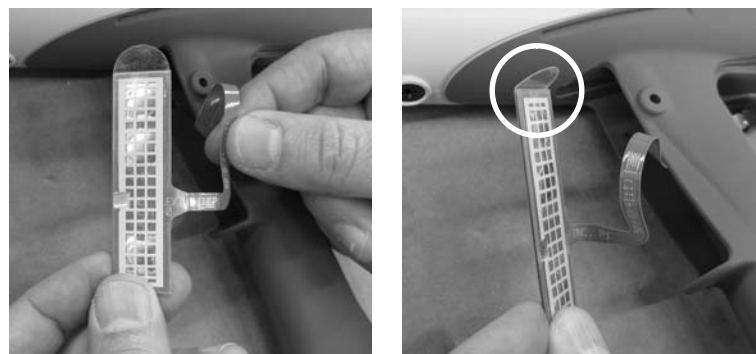

Abb. 6-10 Auslöserschalter installieren - Schritt 3
- Siehe Abb. 6-10. Das Flachbandkabel gerade richten und dann die Zuglasche oben am Schalter so biegen, dass sie in einem rechten Winkel zum Schalter steht.